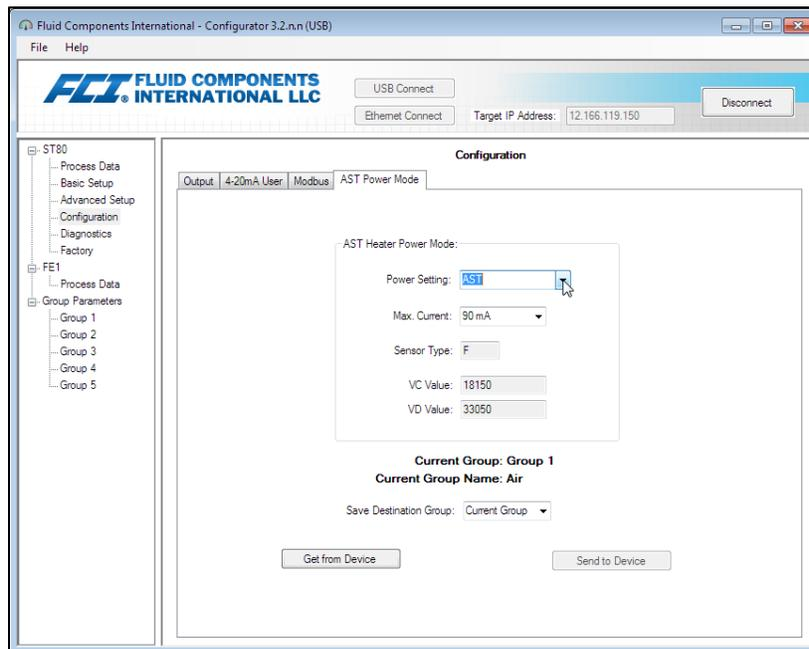

Figura 39 – Esempio di scheda AST Power Mode (Configurazione)
1. Accedere alla scheda **AST Power Mode** dal ramo **Configuration** della struttura del menu. Vedere Figura 39 di seguito.